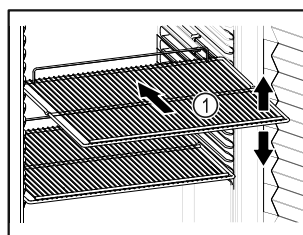

Fig. 57 Exempel
- Om gallren Fig. 57 (1) kan flyttas om ska de anpassas på höjden.